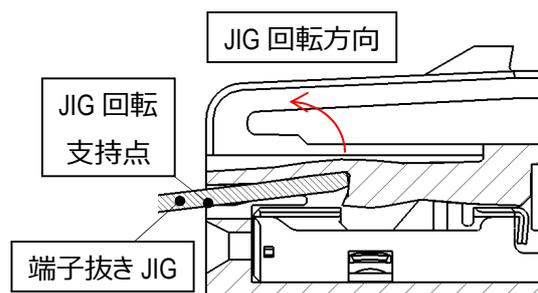

図 40.端子抜き JIG 使用イメージ
- ③端子抜き JIG 先端が樹脂ランス先端に突き当たったら引き抜き JIG を図 40 の方向に天井に当たるまで軽く回転させ、樹脂ランスを持ち上げます。その状態を維持したまま、メス端子の電線を水平に引張して下さい。
- ④メス端子引き抜き途中で、抜きにくさを感じた場合、無理に引き抜こうとせず、引抜き JIG の挿入位置・深さは適切か等確認の上、再度最初から作業を実施して下さい。